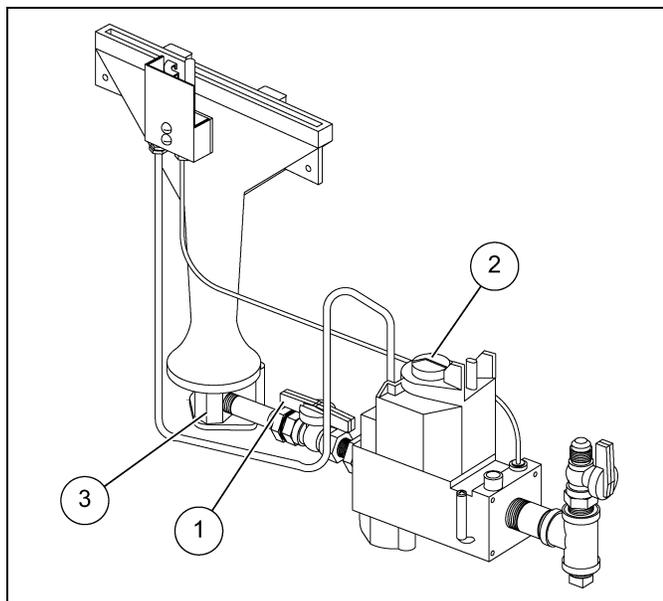
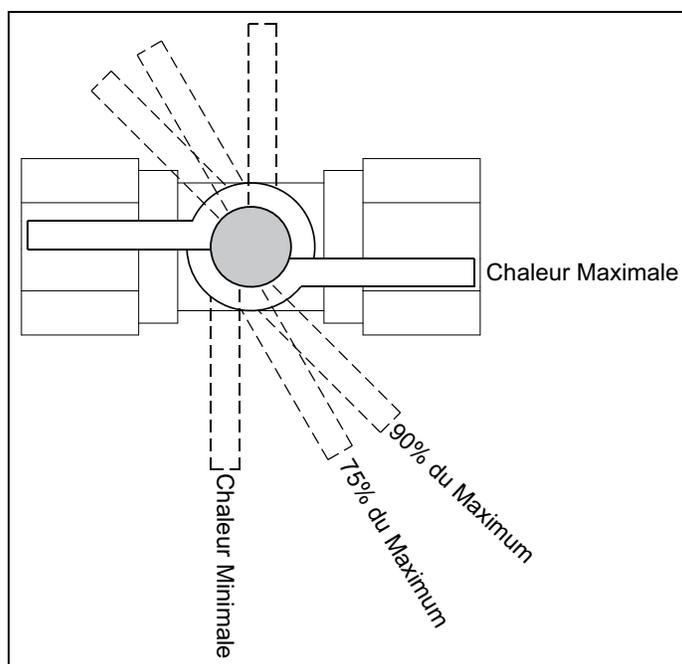

Figure 4C
Figure 4D
1. Certains modèles de radiateurs au propane (GPL) ou au gaz naturel comprennent une vanne papillon (1) située entre la vanne de régulation de gaz (2) et la rampe d'alimentation en gaz (3) qui est utilisée pour faire varier la sortie de chaleur.
2. La vanne papillon (1) peut être réglée pour fournir une chaleur minimale ou une chaleur maximale. Lorsque la vanne papillon (1) est parallèle à l'écoulement de gaz, la vanne est complètement ouverte pour fournir une sortie de chaleur maximale. Reportez-vous à la Figure 4C. La vanne papillon (1) peut être réglée à une sortie de chaleur minimale en tournant la poignée de 90° vers l'écoulement de gaz ou toute position entre les valeurs minimales et maximales. Reportez-vous à la Figure 4D.